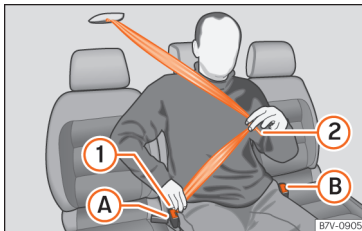

Abb. 14 Sicherheitsgurt am mittleren Sitz in der zweiten Sitzreihe anlegen.
- Gurtband an der Schlosszunge »» **Abb. 14** ① nach unten ziehen. **Den** Gurt nicht verdrehen »» ⚠.
- Schlosszunge ① fest in das zum Sitzplatz gehörende Gurtschloss **(A)** stecken.
- Gurtband an der Schlosszunge »» **Abb. 14** ② über das Becken des Insassen ziehen.
- Schlosszunge ② fest in das zum Sitzplatz gehörende Gurtschloss **(B)** stecken.
- Rote Taste im Gurtschloss drücken »» **Abb. 14** **(A)**. Die Schlosszunge springt heraus.
- Rote Taste im Gurtschloss drücken »» **Abb. 14** **(B)**. Die Schlosszunge springt heraus.